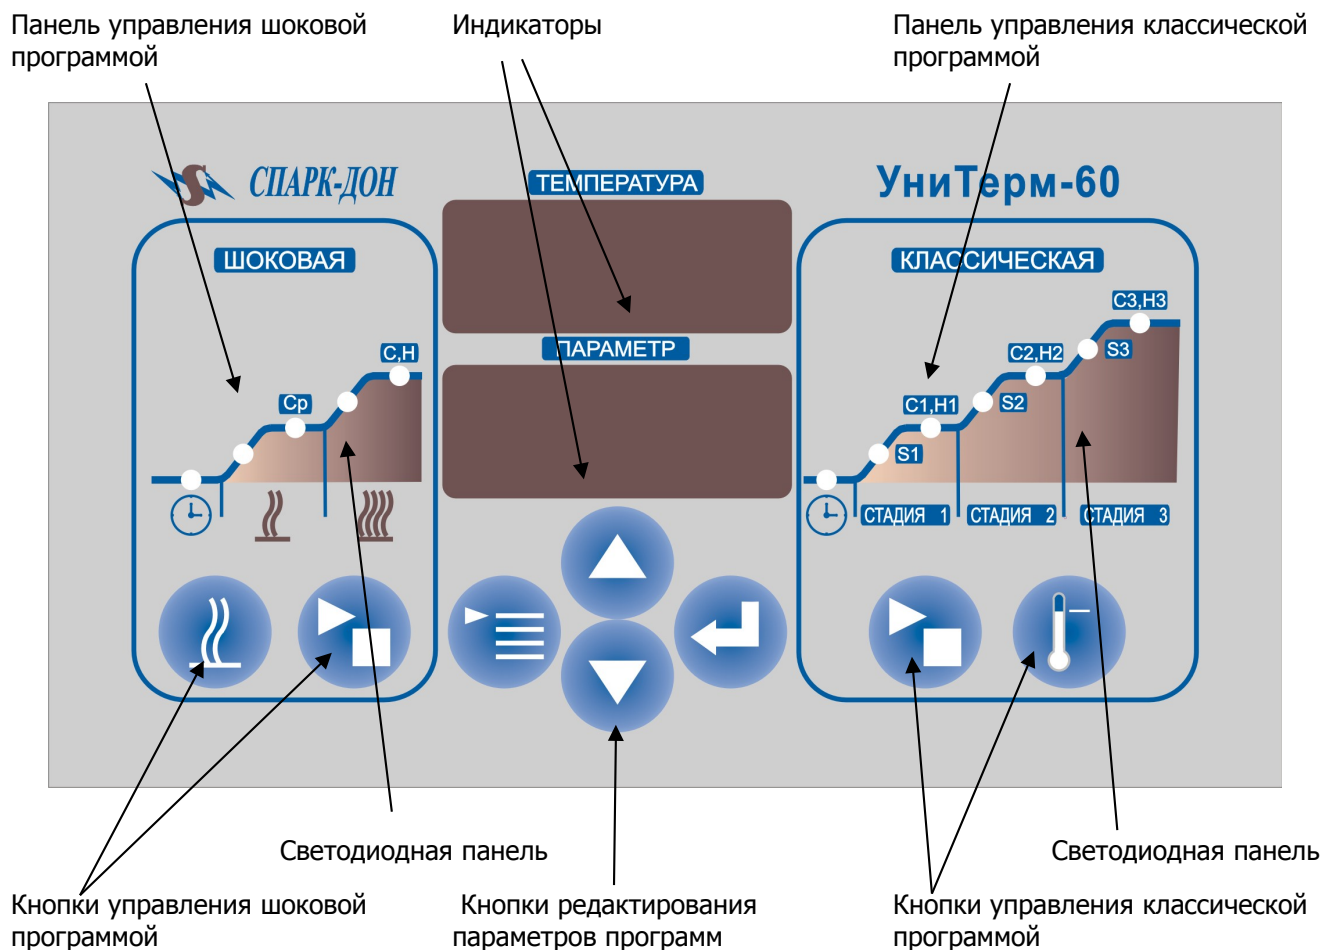

Рисунок 1. Внешний вид лицевой панели
4.4. На передней панели блока управления расположены выключатель "СЕТЬ", а также клавиатура, дисплей и две светодиодные панели (см. рис.1), обеспечивающие ввод и индикацию параметров программ, температуры в рабочей камере, времени выдержки, скорости на всех стадиях нагрева и охлаждения. Внешний вид лицевой панели показан на рисунке 1.